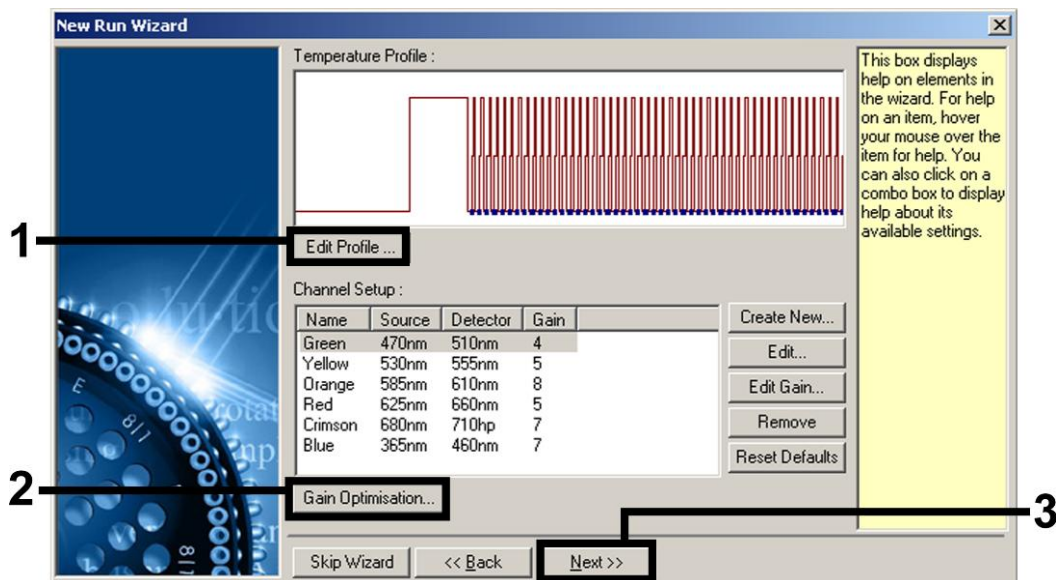

Figure 3. Modification du profil. La capture d'écran relative au kit *artus* HI Virus-1 QS-RGQ est présentée comme exemple.
5. Cliquer sur le bouton « Edit Profile » (Modifier le profil) dans la boîte de dialogue « New Run Wizard » (figure 3). Programmer le profil de température approprié pour le kit *artus* QS-RGQ pertinent, comme montré dans le tableau 1, en utilisant comme guide les exemples de captures d'écran présentés dans les figures 3–6 (des captures d'écran relatives au kit *artus* HI Virus-1 QS-RGQ sont présentées comme exemples).
6. La plage de détection des canaux de fluorescence doit être déterminée selon les intensités de fluorescence des tubes de PCR. Dans la boîte de dialogue « New Run Wizard », cliquer sur « Gain Optimisation » (Optimisation du gain) (cf. figure 3) pour ouvrir la boîte de dialogue « Auto-Gain Optimisation Setup » (Configuration de l'optimisation du gain automatique). Régler la température de calibration pour qu'elle corresponde à la température d'hybridation du programme d'amplification, puis ajuster les sensibilités des canaux de fluorescence (tableau 2 et capture d'écran présentée comme exemple dans la figure 7).